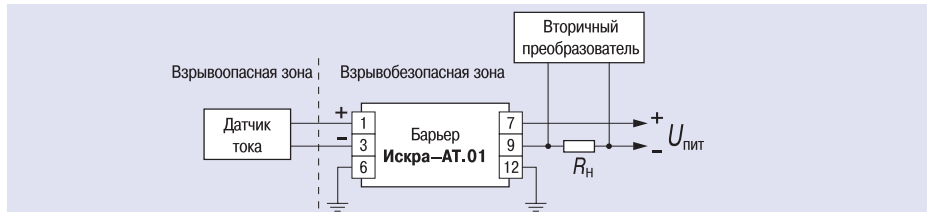

Рис. 2. Схема подключения барьера ОВЕН ИСКРА-АТ.01
**БАРЬЕР ОВЕН ИСКРА-АТ.01** совмещается с датчиками с унифицированным выходным сигналом тока: 0...5 мА; 0...20 мА; 4...20 мА (рис. 2). Основными достоинствами барьера ОВЕН ИСКРА-АТ.01 являются: